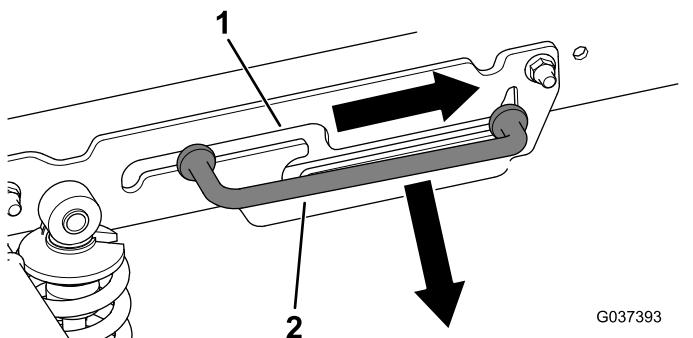

Bild 3
3. Schieben Sie die Stützstange nach vorne aus der Auskerbung und entfernen Sie die diese (Bild 3).